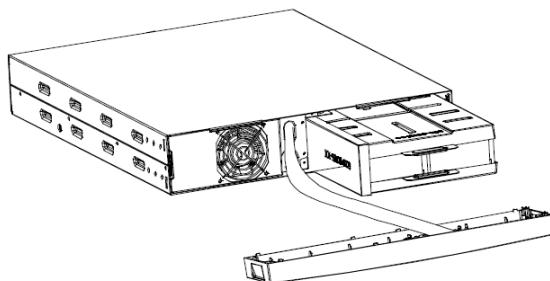

Figura 14: Estrazione dell'inserto batterie
4. Estrarre con cautela l'inserto batterie tirandolo dall'impugnatura (vedi Figura 14)